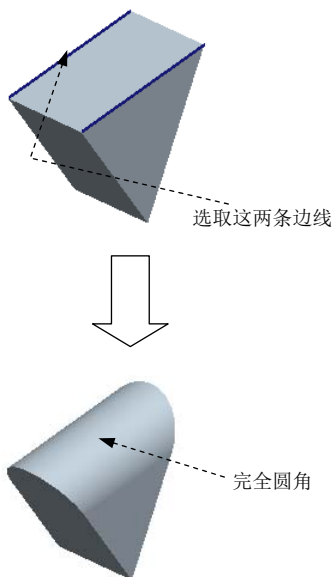

图 3.12.4 创建完全圆角
如图 3.12.4 所示,通过指定一对边可创建完全圆角,此时这一对边所构成的曲面会被删除,圆角的大小被该曲面所限制。下面说明创建一般完全圆角的过程:
Step3. 选取圆角的放置参考。在模型上选取图 3.12.4 所示的两条边线,操作方法为:先选取一条边线,然后按住键盘上的 Ctrl 键,再选取另一条边线。